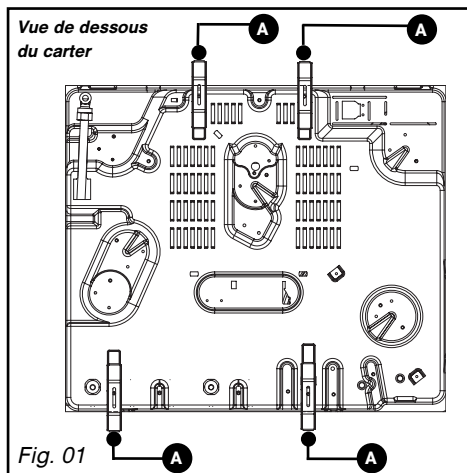
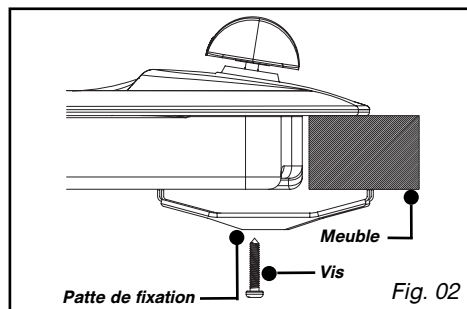

Fig. 01
Fig. 02
Se conformer au croquis (Fig. 01).
– Pour assurer l'étanchéité entre le carter et le plan de travail, collez le joint mousse **sur le pourtour extérieur du carter** (Fig. 02).
- Vous pouvez immobiliser, si vous le désirez, la table au moyen de quatre pattes de fixation livrées avec leur vis (Fig. 02) se fixant aux quatre coins du carter. **Utilisez impérativement les trous prévus à cet effet suivant le dessin ci-dessus (Fig. 01).**